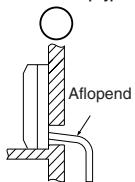

Fig. 1
- Laat de afvoerpijpen enigszins naar beneden lopen zodat het afvoerwater probleemloos weg kan vloeien. (Fig. 1)